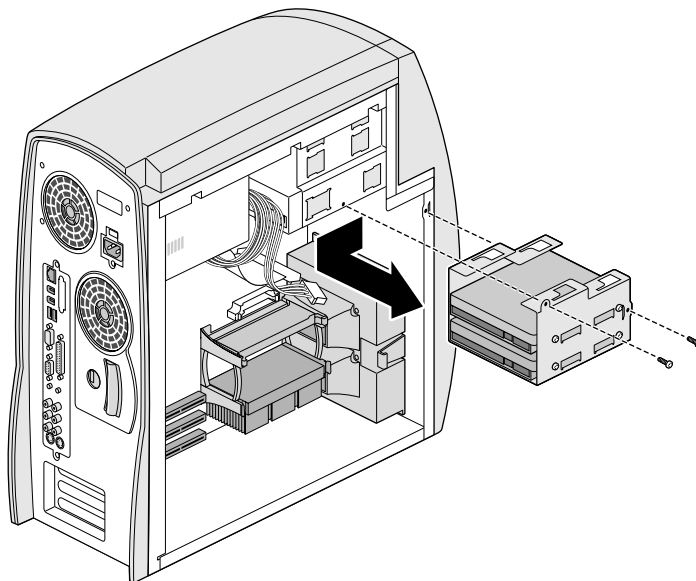

Figure 4-16 Retrait du support du disque dur interne
5. Retirez le support du disque du système, comme indiqué à la Figure 4-16.